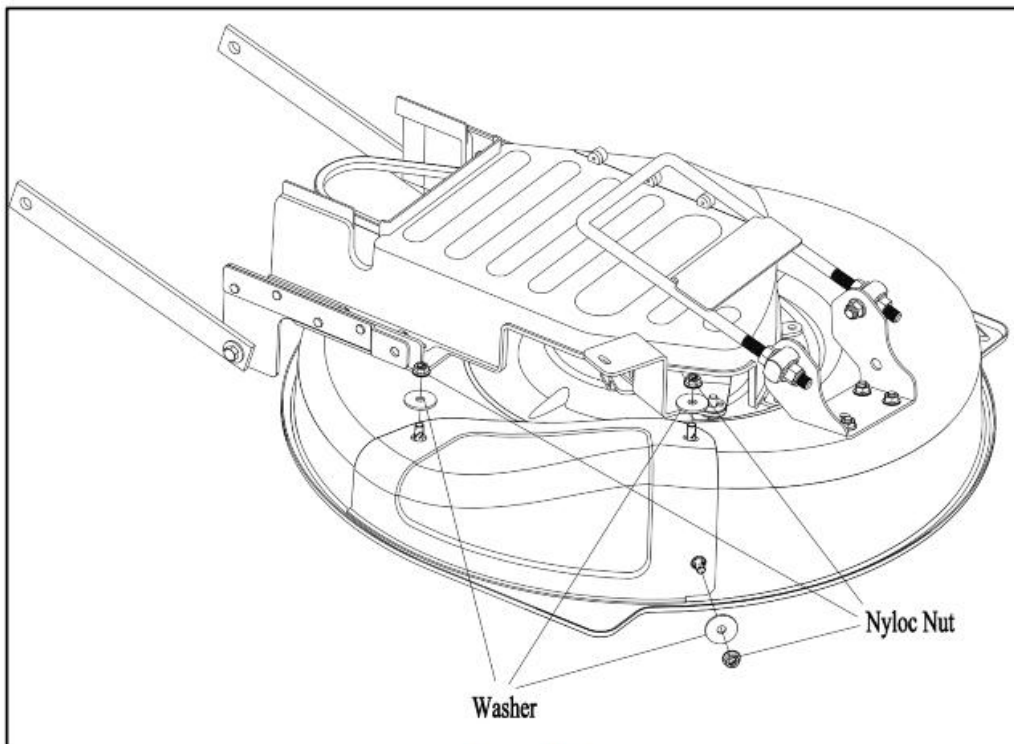

Figure 10
- 3) Montez la plaque de paillage (Figure 10).